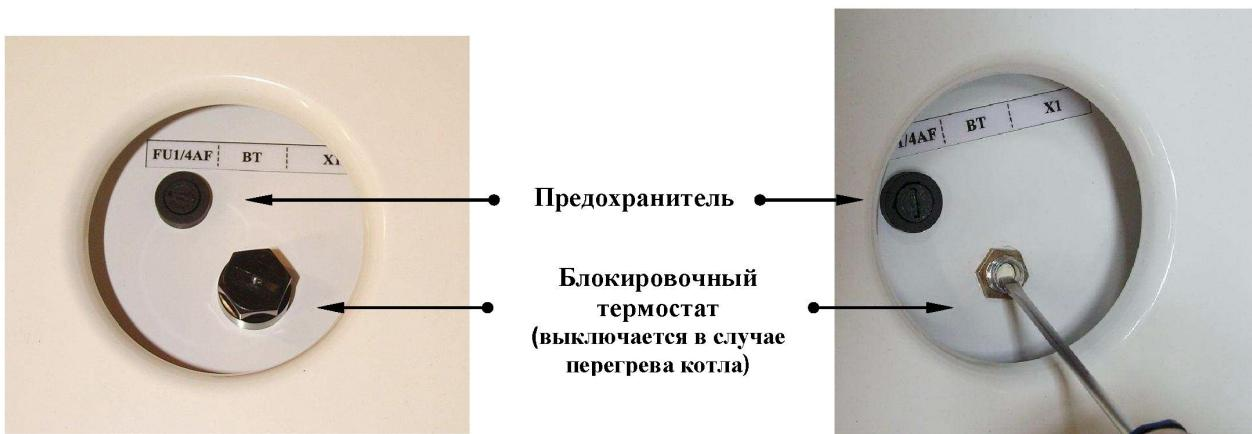

Рис. 13. Предохранитель цепи и блокировочный термостат
- Удалите воздух из насоса (см. Рис.13.), в противном случае существует вероятность увеличения рабочей температуры и шума насоса. Проверьте свободное вращение ротора насоса отверткой.
В случае перегрева котла, произойдет его отключение защитным ограничителем температуры (блокирующий терmostат). Отключите котел от сети при помощи главного выключателя. На такую блокировку указывает изменение положения пакета главного переключателя и погасшие индикаторы на панели управления. После блокирования можно возобновить эксплуатацию только после устранения поломки, охлаждения воды в кotle до примерно 70 °C, последующего ручного включения блокировочного терmostата на верхней крышке электрошкафа (см. Рис. 13) и главного выключателя. В случае недостатка воды в системе (при недостаточном рабочем напоре) остановите эксплуатацию котла при помощи напорного выключателя. На такое состояние указывает центральный индикатор «Ошибка». После блокировки можно возобновить эксплуатацию котла только после компенсации утечек котловой воды в отопительную систему, чтобы достичь рабочего давления около 1 бара.